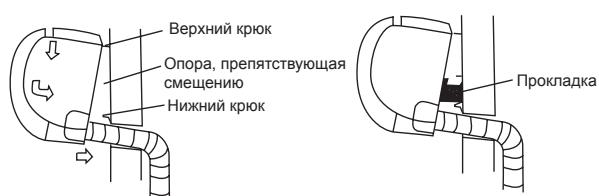

Рис. 12
- Наденьте верхний выступ, расположенный на задней панели корпуса внутреннего блока, на верхний крюк монтажной пластины и убедитесь в надежности зацепления блока, перемещая его влево и вправо (см. Рис. 12).